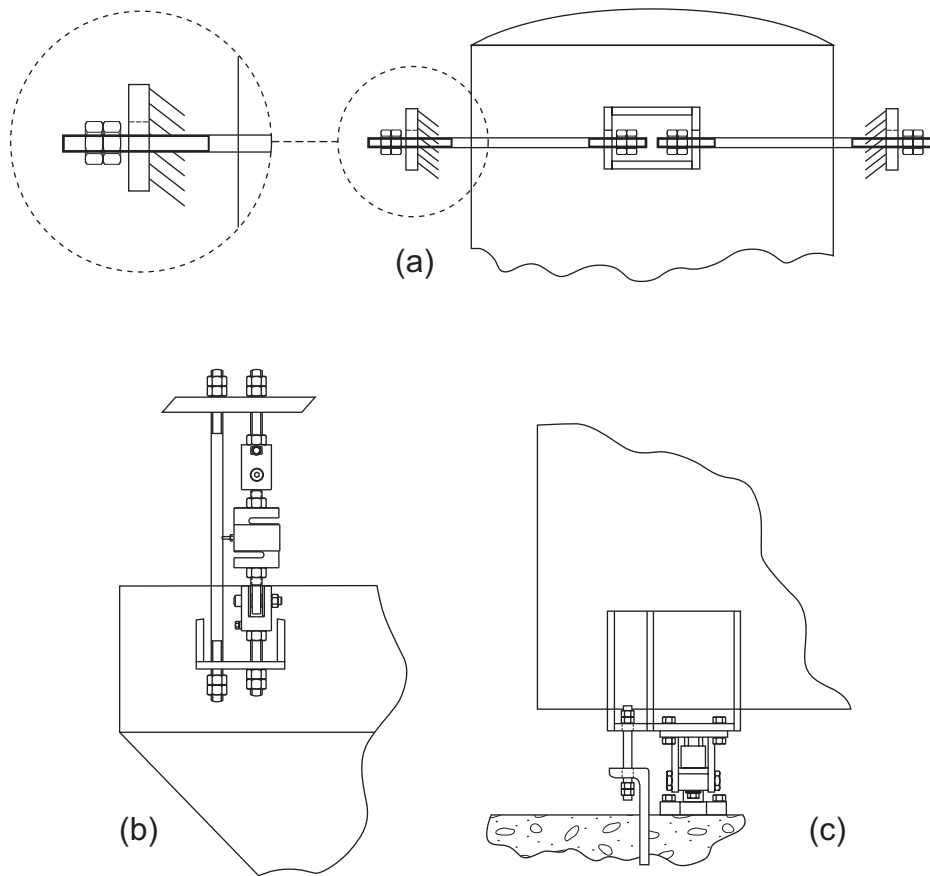

Figura 20-3. Varillas de control de seguridad
Como se muestra en la Figura 20-3 página 82 \(a\), para que sean más eficaces, las varillas de control de seguridad deben colocarse en el centro de gravedad del recipiente lleno o por encima del mismo. Tenga en cuenta que los tirantes realizarán todas estas funciones y más; sin embargo, las varillas de control de seguridad son menos críticas para el funcionamiento del sistema y, por lo tanto, no requieren la misma atención al detalle para una instalación satisfactoria.
- En todos los recipientes montados en tensión en los que una falla de los medios de suspensión normales permitiría la caída del recipiente y causaría lesiones o daños, consulte la Figura 20-3 \(b\).
- En lugar de las varillas de control horizontales cuando no resulte práctico utilizar estas para garantizar la estabilidad de los recipientes altos y esbeltos o de los sometidos a fuerzas eólicas o sísmicas, consulte la Figura 20-3 \(c\).